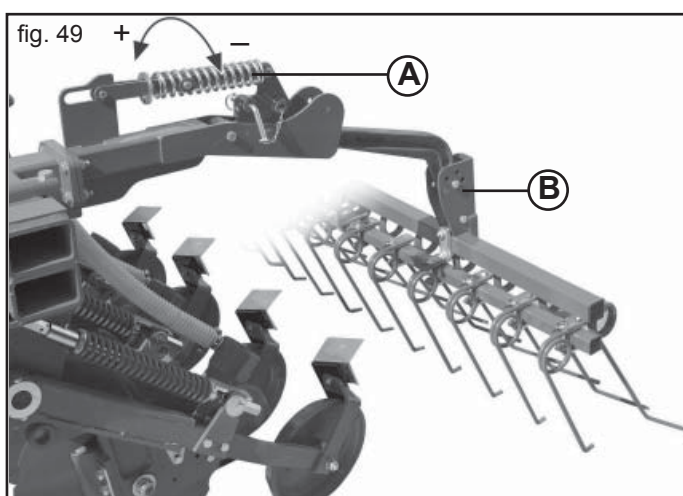

fig. 49
La pressione di lavoro dei denti a molle dell'erpice copriseme può essere variata mediante la rotazione della molla posta sul braccio superiore (A, Fig. 49).
Cambiando la posizione dei perni (B), varia l'angolo di incidenza dei denti a molla (Fig. 49).